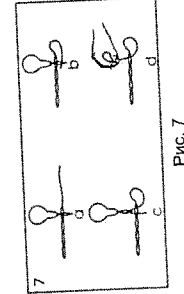

Рис. 7
- Поверните ткань на изнаночную сторону и направьте оставшиеся 10 см. нити в соответствии со следующими направлениями (Рис. 7).